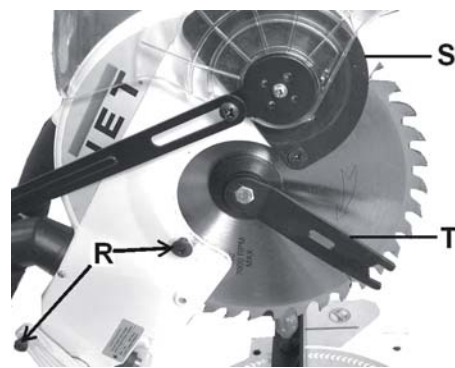

Рис. 9
- Зніміть захисний кожух диска пилки, для чого звільніть обидва гвинти (R, Рис. 9) на боці захисного кожуха та відведіть захисний кожух догори.
- Встановіть захисний кожух пиляльного диска та закріпіть його обома гвинтами (R, Рис. 9).